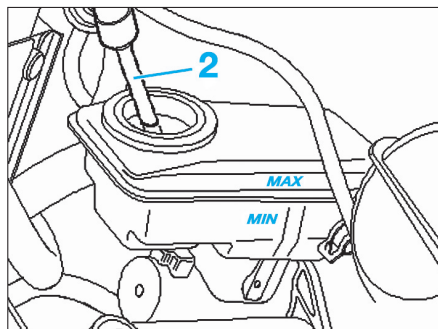

Fig. 37
- À l'aide du flexible d'aspiration (2) de l'appareil de remplissage et de purge de frein, aspirer le plus de liquide de frein possible du réservoir (Fig.37).